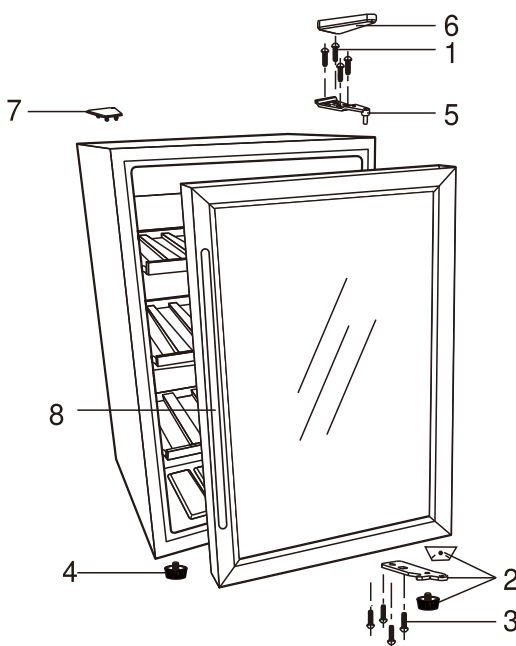

Fig.1
- Retire la cubierta de la bisagra superior (Fig.1: No.6).
- Retire los tornillos (Fig.1: No.1) que sostienen la bisagra superior (Fig.1: No.5) al marco. Retire la bisagra superior (Fig 1: No. 5).
- Retire los tornillos (Fig 1: No.3) ue sostienen la bisagra inferior, pata delantera y tapón de la puerta (Fig.1: No.2). Retire la bisagra inferior, pata delantera y tapón de la puerta (Fig. 1: No.2).
- Retire la pata delantera (Fig. 1: No. 4) y transfiera al lado contrario.
- Retire la manija (Fig. 1: No. 8) y transfiera al lado contrario de la puerta. (Ver Cambiar la manija sección en la página 10).